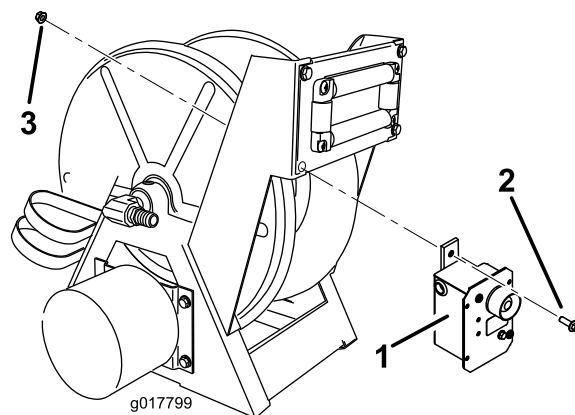

Figura 2
1. Togliete e gettate il bullone e il dado dal supporto del rullo interno inferiore sull'avvolgitubo (se presente) e installate la centralina elettrica in questo foro (Figura 2), utilizzando un bullone a testa flangiata (5/16 x 1 poll.) e un dado flangiato (5/16 poll.).